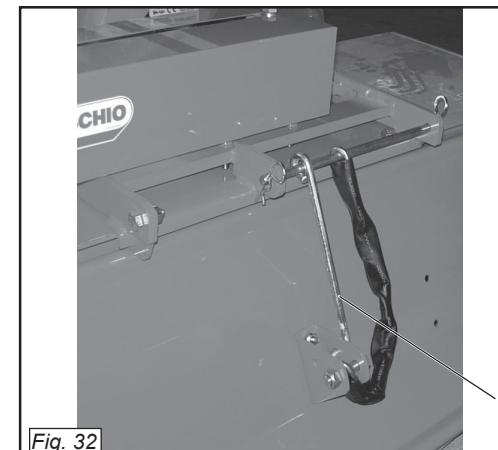

Fig. 32
- 2) Nel caso che la macchina sia dotata di catena, posizionare l'asta antiribaltamento come in figura (1 Fig.32).
- 2) If the machine has a chain, position safety rod as shown in the figure (1 Fig. 32).
- 2) Si la machine est dotée d'une chaîne, placer la tige anti-retournement comme dans la figure (1 Fig. 32).
- 2) Falls die Maschine mit Kette ausgerüstet ist, muss die Kippschutzstange wie in der Abbildung (1 Abb. 32) angeordnet werden.
- 2) Si la máquina posee cadena, posicionar la barra antivuelco como se ve en la figura (1 Fig. 32).